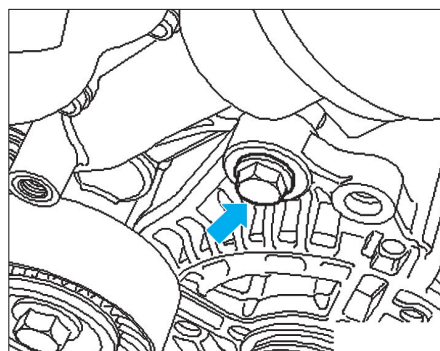

Fig. 2
- la vis supérieure de l'alternateur (Fig.2),